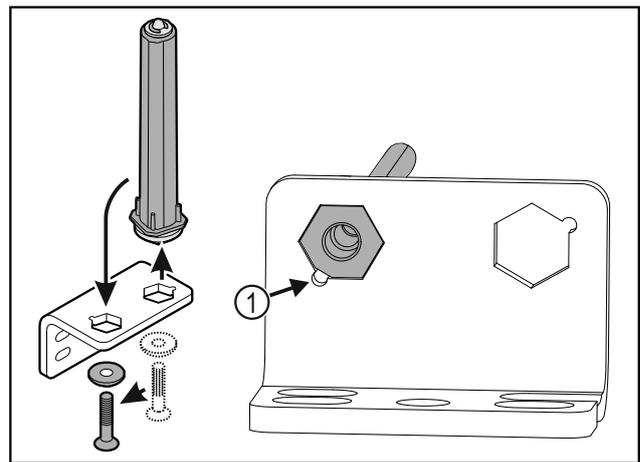

Fig. 19
- Βεβαιωθείτε ότι κατά την τοποθέτηση η λοξοτομή του πείρου είναι στραμμένη Fig. 19 (1) προς τη στρογγυλή οπή.